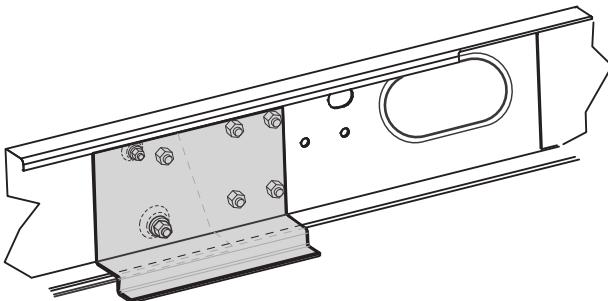

Fig. 19
- Velegnet til campingvogne på op til 1900 kg - 2000 kg med et AL-KO M-chassis med forskydelige vanger (Fig. 19).